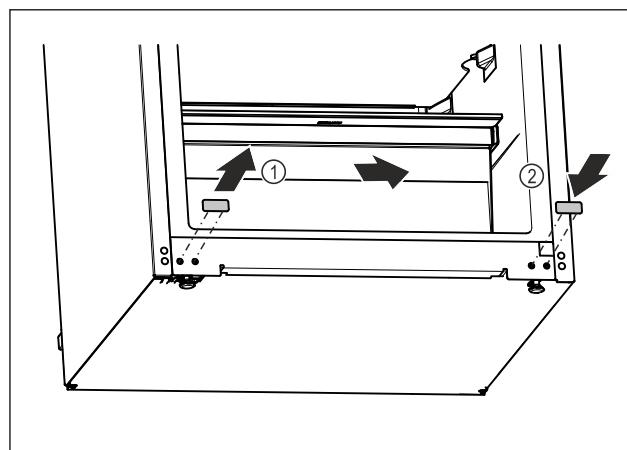

Fig. 20
- Hiqni tapat mbuluese. Fig. 20 (1)
- Vendosni tapat mbuluese në anën e kundërt. Fig. 20 (2)